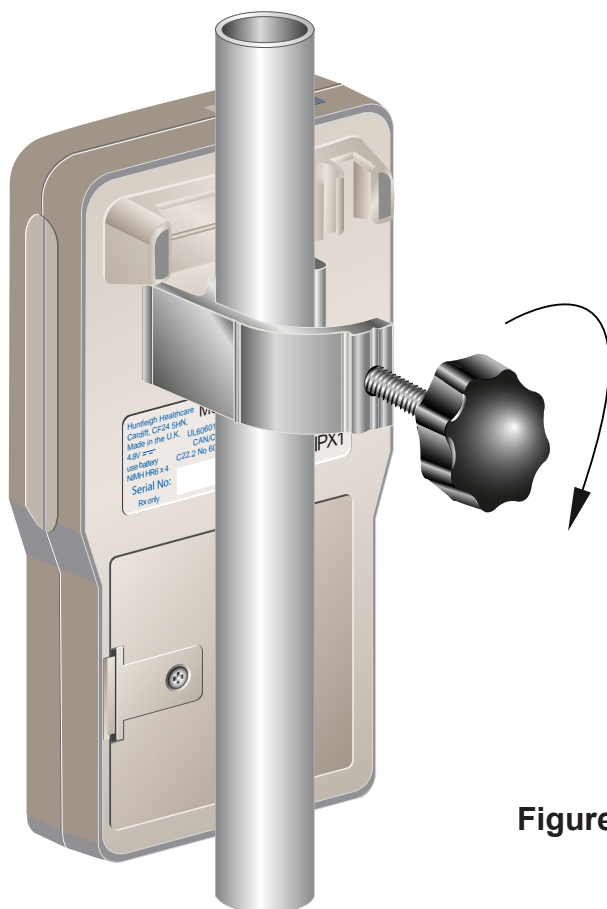

Figure 1
1. **Faites glisser le dispositif de serrage sur tige au-dessous de la pince de ceinture de l'unité et fixez fermement à la tige à soluté (voir Figure 1 ci-dessous).**